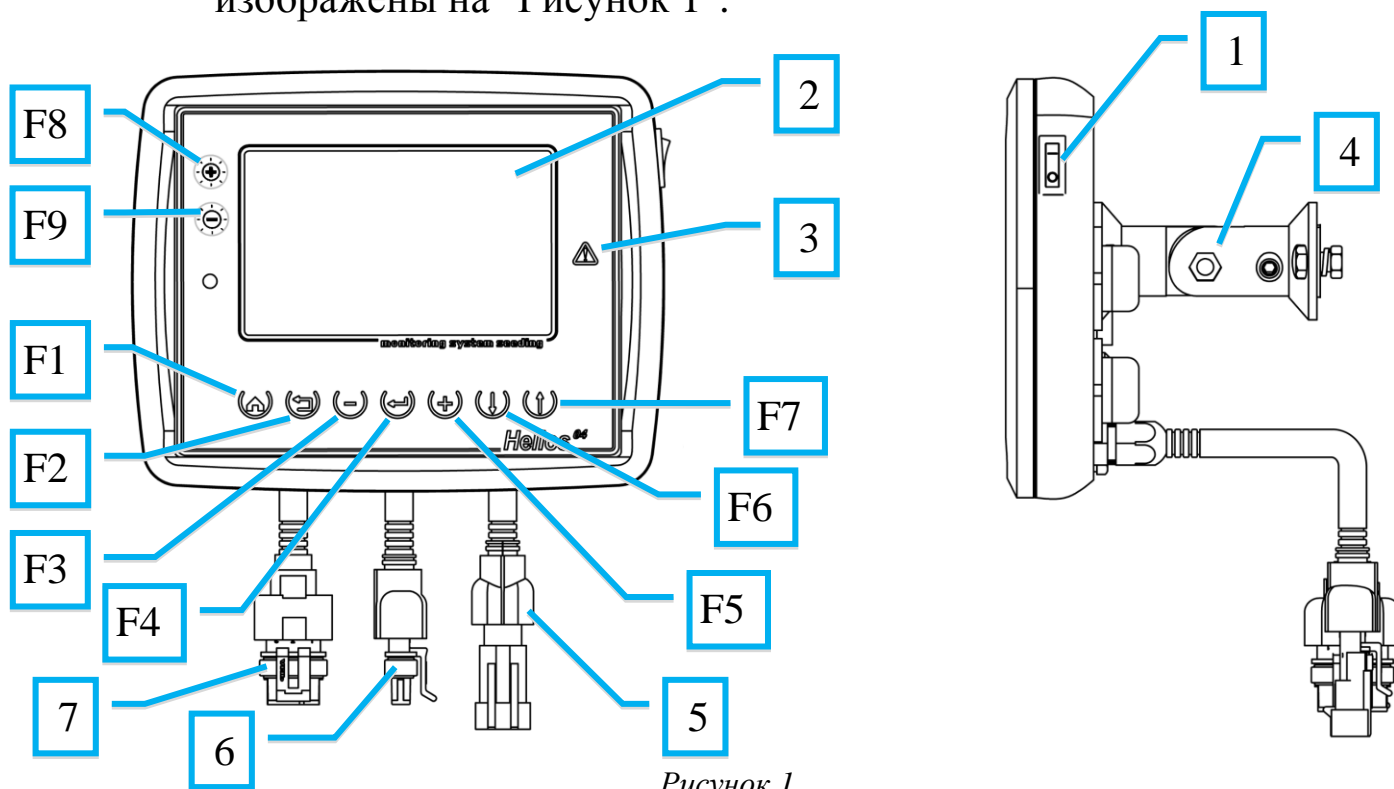

Рисунок 1
2.1. Внешний вид и органы управления панели оператора изображены на "Рисунок 1".
В таблице 1 описаны кнопки панели оператора, их графическое обозначение, функциональность и краткое описание. Расположение кнопок изображено на "Рисунок 1"